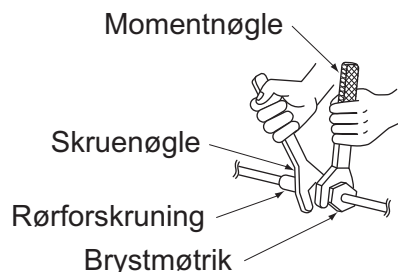

Fig. 12
- Sørg for både at anvende skruenøgle og momentnøgle samtidig, som vist i tegningen, når du tilslutter eller frakobler rørledninger til/fra enheden. **(Se fig. 12)**